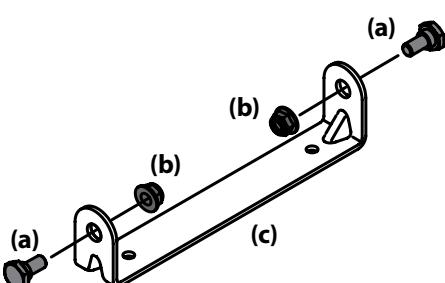

Figura 2-4
- Extraiga los pernos con reborde (a) y las tuercas de seguridad (b) del soporte de montaje del asiento (c) incluidos en el paquete de elementos de ferretería. Consulte la Figura 2-4.